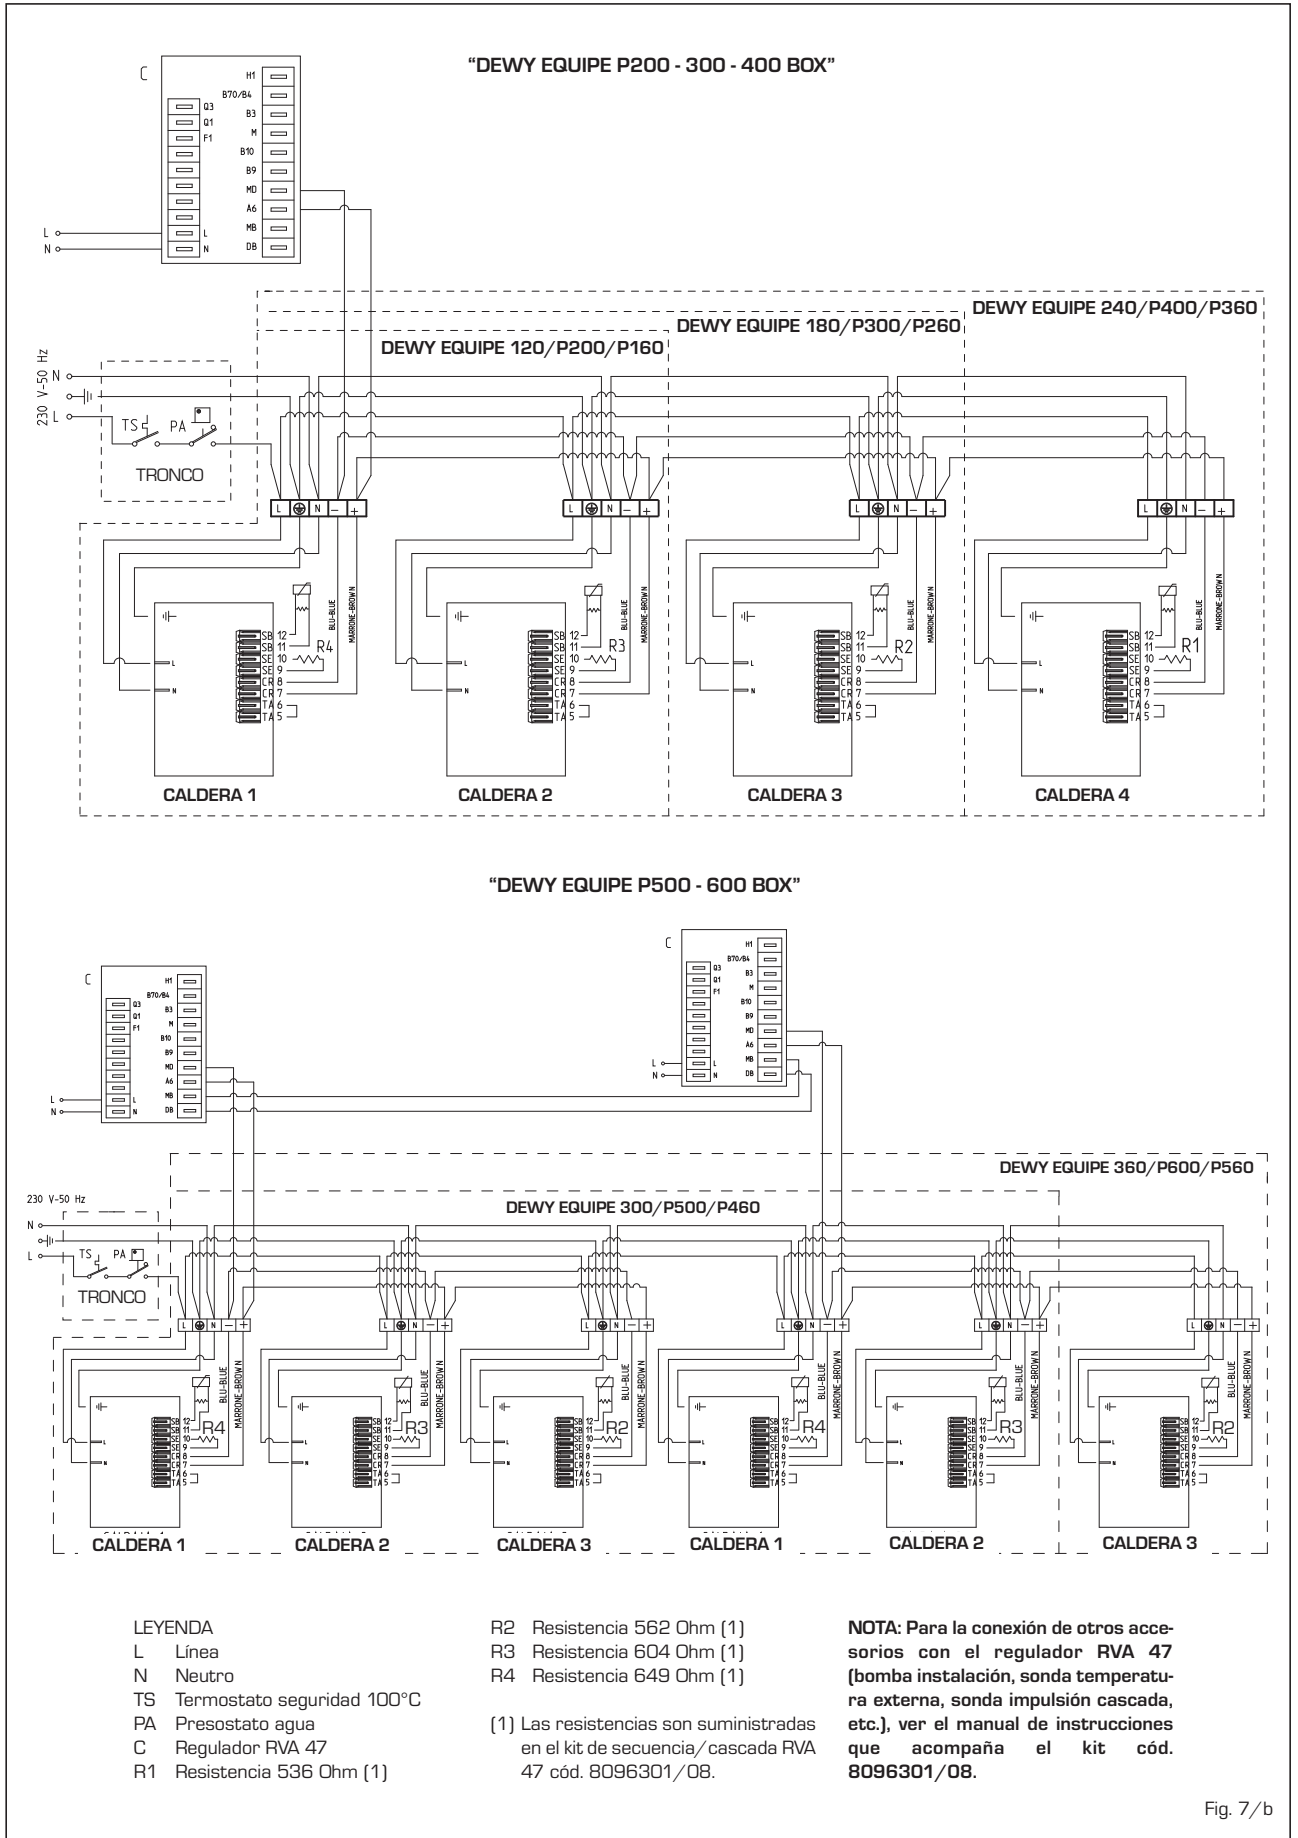

Fig. 7/b
El kit cód. 8101524 a pedir a parte para los modelos "DEWY EQUIPE P100-200-300-400 BOX" tiene la siguiente composición (fig. 7):
El kit cód. 8101525 a pedir a parte para los modelos "DEWY EQUIPE P500-600 BOX" tiene la siguiente composición (fig. 7/a):
2.8.1 Conexión eléctrica en secuencia/cascada y kit seguridades (fig. 7/b)